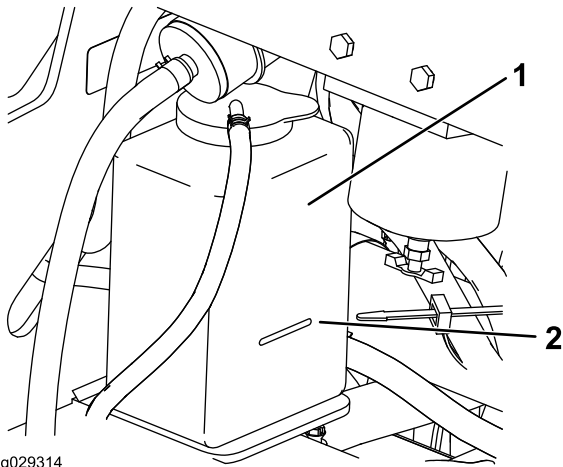

Figura 63
3. Compruebe el nivel de refrigerante del depósito de expansión (Figura 63).